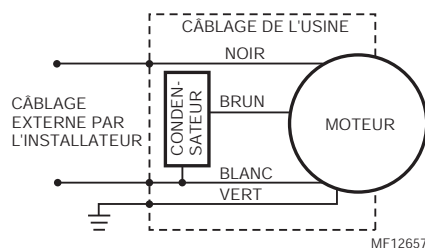

Fig. 3. Raccordement type d'un filtre à air F111 (série 11000) 120V, 60 Hz ou 208/230V 50/60 Hz.
4. Voir les Fig. 3 et 4 pour observer des schémas de raccordement types.